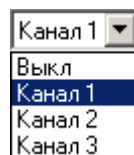

Рис. 4
- 2.4.2.2 Выбрать измерительный канал из выпадающего списка «Канал» (Рис. 4) и подтвердить выбор нажатием кнопки «Установить». Выбор измерительного канала производится, исходя из измерительного диапазона каждого канала, указанного в п. 1.2.13. Если расход измеряемого газа неизвестен даже приблизительно, рекомендуется начинать измерения с Канала 3.